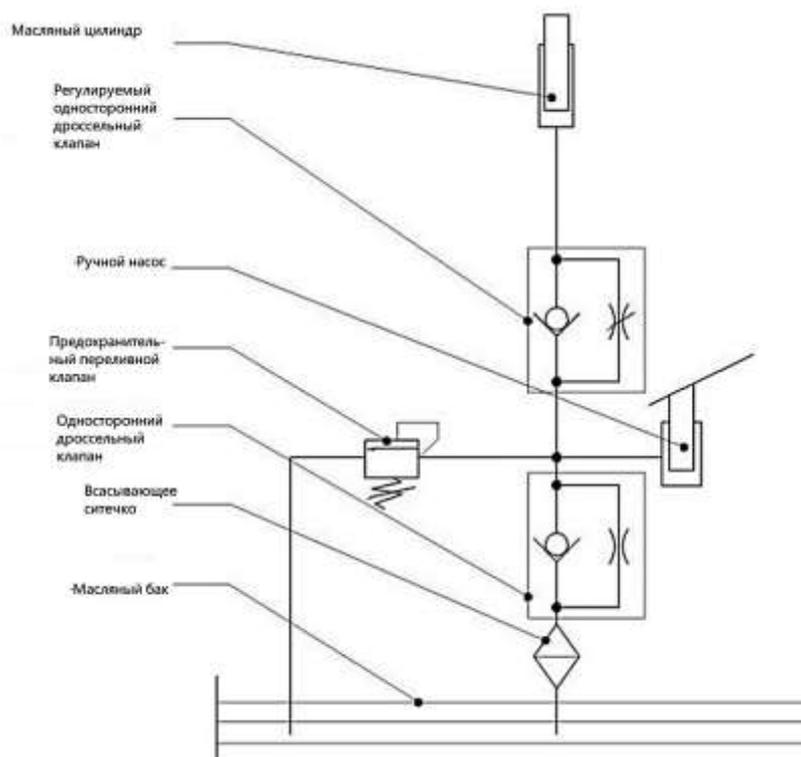

Рис.3 - Схема гидравлической системы
**Принципиальная схема гидравлической системы** (см. рисунок 3)